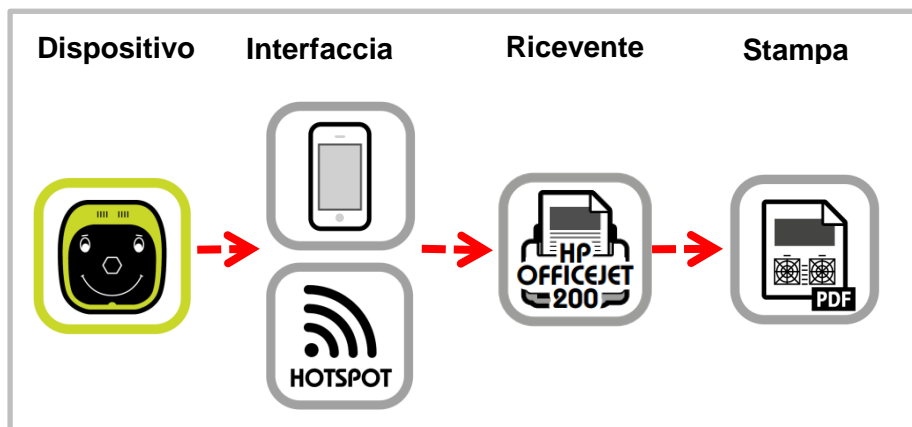

Figura 6: Configurare l'accesso manuale alla rete tramite hotspot di uno smartphone
- Selezionando il dispositivo indicato sul dispositivo Plusoptix "px12-1234" (ved. figura 6), è possibile accedere ai file contenuti nella scheda SD inserita.
Se l'apparecchio non viene visualizzato, è possibile cercare l'indirizzo IP "192.184.200.1" indicato sul dispositivo Plusoptix (vedi figura 6). Se sono richiesti un nome utente e una password, dovete chiedere i dati di accesso all'amministratore responsabile della rete.